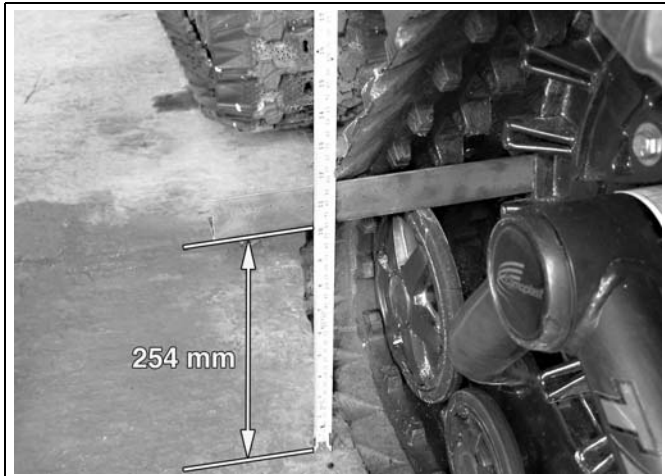

Figure 4
- Installer une barre plate sur les roues arrière du système de traction et mesurer ensuite la hauteur à l'aide d'une règle de la façon décrite à la Figure 4.